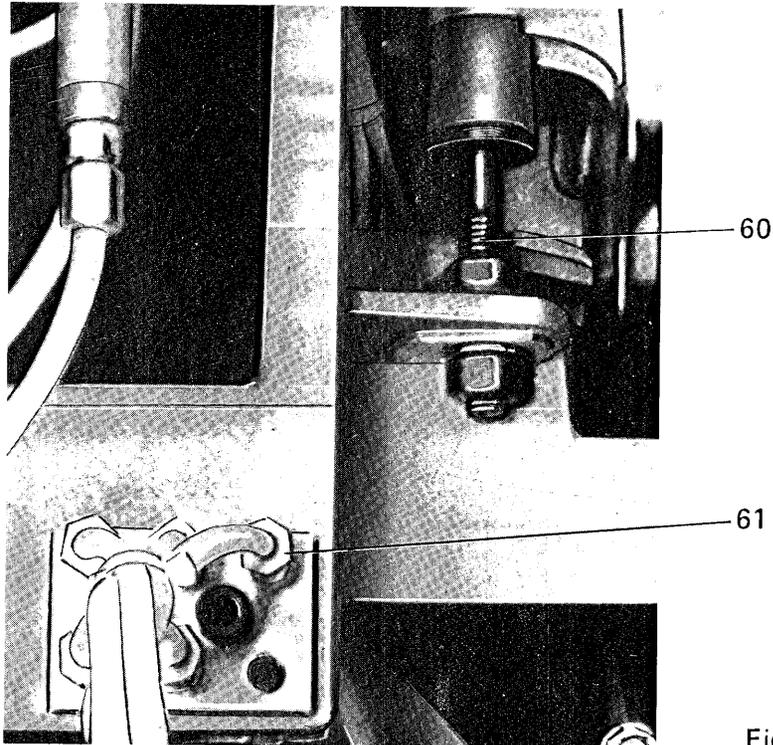
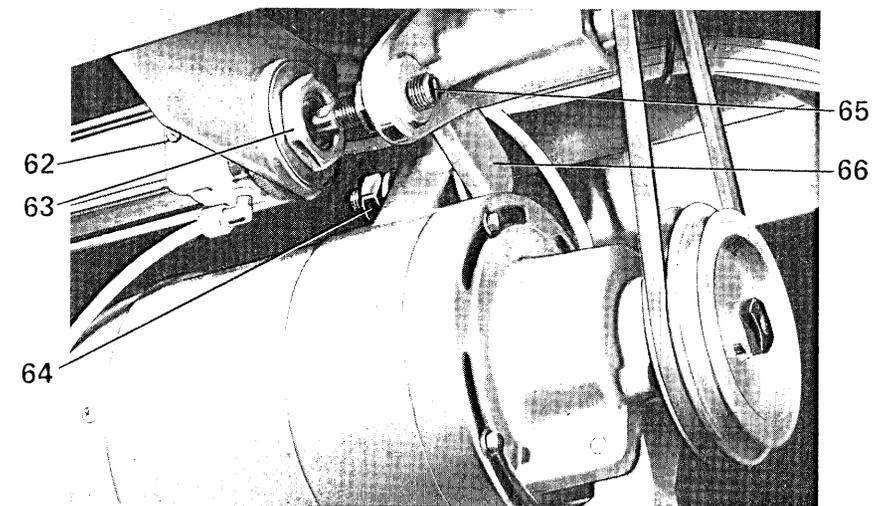

Fig. 24
Fig. 23
Si pour des raisons de passage il était nécessaire de réduire encore l'encombrement, il est possible de démonter le chariot porte-tête. Les branchements pneumatiques au chariot porte-tête sont effectués au moyen d'une goupille pneumatique (61 fig.23).
4. Visser la tige du piston d'extraction du chariot porte tête couseuse (65 fig.24) dans le siège spécial du soutien du moteur. L'écrou sert de butée et fixe la cote de fixation exacte. Vérifier que le chariot coulisse librement pendant toute sa course.
N.B. - En fin de course il sera freiné par effet des amortisseurs de fin de course pneumatiques incorporés dans le cylindre et réglables au moyen de la vis (62 fig.24).
Ce montage doit être effectué avec beaucoup de soin, en vérifiant que le chariot coulisse parfaitement sans faire fléchir la tige du piston. Si ce défaut se vérifiait, il faudrait desserrer l'écrou de blocage (63 fig.24) du cylindre, centrer celui-ci et le bloquer définitivement.
7. Monter la courroie de transmission en vérifiant la tension. Si cela était nécessaire desserrer la vis de blocage (64 fig.24) et faire tourner le moteur de façon à mettre en juste tension la courroie.
Si un réglage plus important était nécessaire, desserrer le soutien à angle (66 fig. 24) et le faire tourner juste ce qu'il faut.
Si cela est nécessaire changer la position de la tête couseuse en agissant sur la tige filetée (65 fig.24) du chariot porte-tête couseuse et sur les pivots amortisseurs de la tête (60 fig.23)
9. Vérifier que la plaque aiguille soit parfaitement au niveau du plan de travail. Si cela est nécessaire agir sur les pivots (60 fig.23) pour changer la position en hauteur de la tête couseuse.